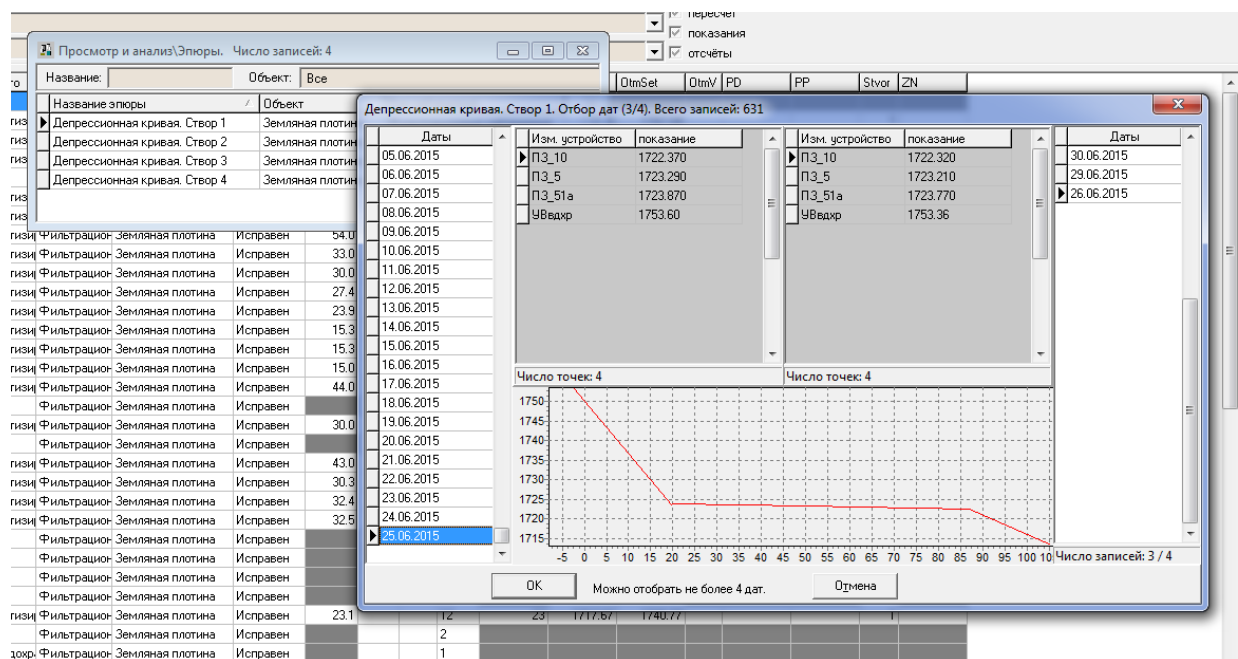

Рис. 10.
**Как построить:* Просмотр и анализ – Эпюры. Выбираем дату, в левом столбце перечень дат, на которые произведены замеры, в правом – отобранные даты. После выбора дат нажимаем ОК, после чего эпюра будет построена в файла формате Excel (см. рис.10).